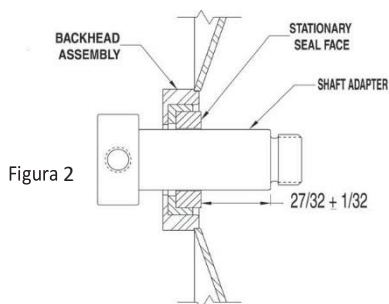

Figura 2
- Si el adaptador del eje no se aflojó o retiró, vaya al paso 5. Si vuelve a colocar el adaptador del eje, sujete firmemente el cabezal posterior hacia el motor y ajuste el adaptador del eje hasta que el resalte esté a 0,843 (27/32) pulgadas de la cara del sello estacionario (consulte la figura 2). Apriete los cuatro tornillos de fijación con una llave en T a través de las ranuras de acceso del adaptador del motor.